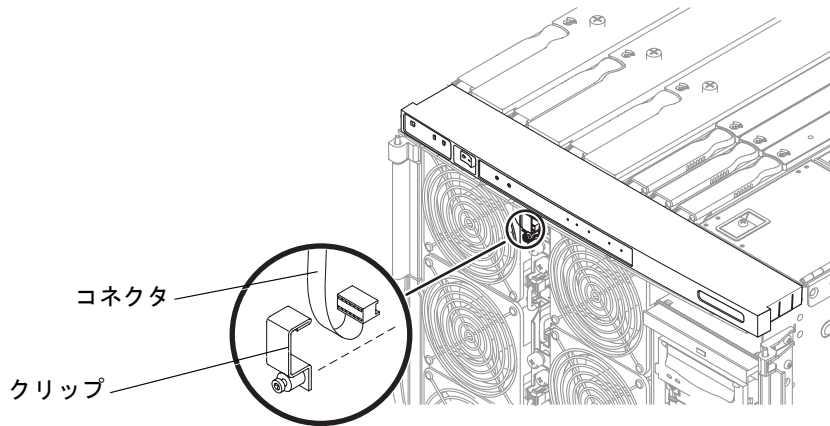

図 6-8 システムインジケータボードのコネクタの固定クリップの取り付け
7. ファントレー上部のソケットにシステムインジケータボードのコネクタを接続します。固定クリップを取り付けます (図 6-8)。